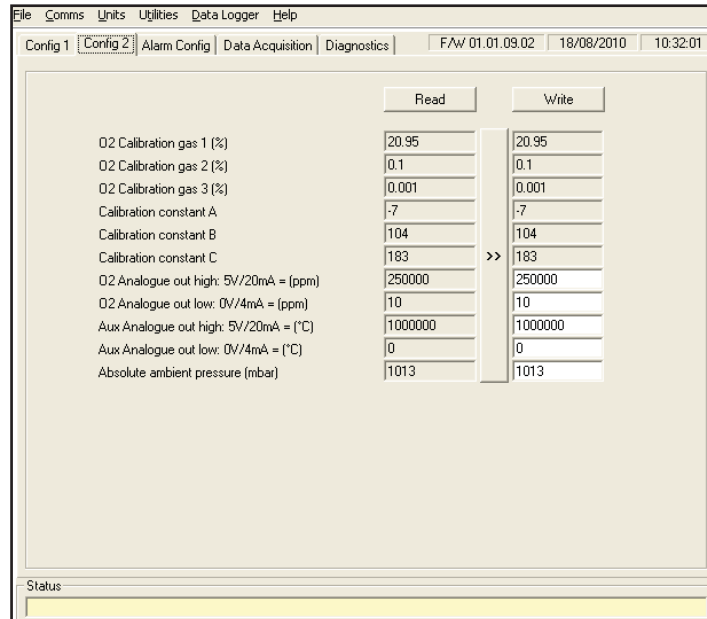

Abb. 11 Konfiguration 2-Anzeige
**HINWEIS:** Die aktuell verwendeten Werte können von denen in Abb. 11 abweichen.